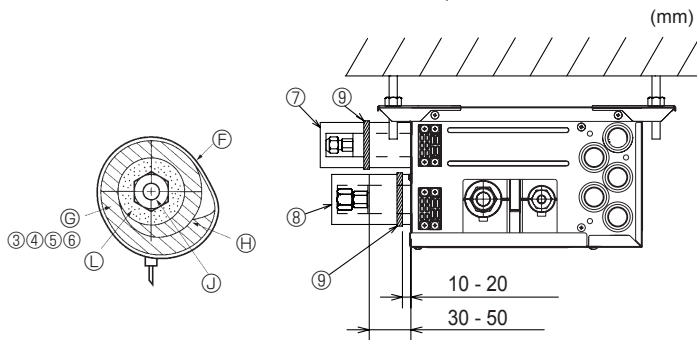
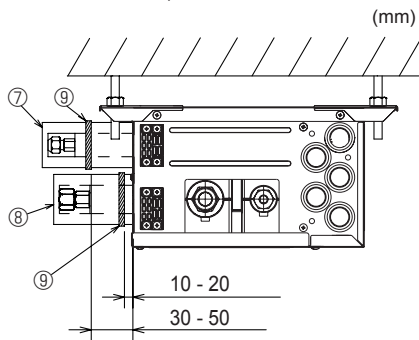

Fig. 7-3
Fig. 7-4
- (1) Nehmen Sie die Konusmutter und -Kappen vom Verteilerkasten ab.
- (2) Weiten Sie die Enden der Flüssigkeits- und Gasleitungen auf, und tragen Sie Kühlmittelöl (zusätzlich zu erwerben) auf den erweiterten Sitz auf. Tragen Sie kein Öl an den Gewindeabschnitt auf.
- (3) Schließen Sie das Kühlmittelrohr unverzüglich an. Ziehen Sie die Konusmutter immer mit dem in der folgenden Tabelle angegebenen Drehmoment an, indem Sie einen Drehmomentschlüssel und einen Doppelschraubenschlüssel verwenden.
- (4) Drücken Sie die Rohrabdeckungen ③ und ⑤ an den Flüssigkeitsrohren gegen das Gerät und umwickeln Sie sie, um sie zu befestigen. (Fig. 7-3)
- (5) Drücken Sie die Rohrabdeckungen ④ und ⑥ an den Gasrohren gegen das Gerät und umwickeln Sie sie, um sie zu befestigen. (Fig. 7-3)
- (6) Schrauben Sie die mitgelieferten Schlauchschellen ⑨ in einem Abstand von etwa 10- 20 mm von den Enden der Rohrabdeckungen fest(③④⑤⑥).
- (7) Wenn das Innengerät nicht angeschlossen wird, bringen Sie die mitgelieferten Rohrabdeckungen (mit Kappen, ⑦ und ⑧) an den Kühlmittelanschlüssen des Verteilerkastens an, um zu vermeiden, dass Kondensat von den Rohren tropft. (Fig. 7-4)
- (8) Schrauben Sie die Rohrabdeckungen (⑦⑧) mit den mitgelieferten Schlauchschellen⑨ fest.
- ⓐ Schlauchschelle ⑨
- ⓑ Rohrabdeckungen ③④⑤⑥
► Gehen Sie wie folgt vor für die Teile des Verteilerkastens die nicht an einem Innengerät angeschlossen sind. (Fig. 7-4)
- (1) Zur Verhinderung von Kältemittelaustritt sorgen Sie bitte dafür, daß die Konusmuttern gemäß den in Tabelle 3 angegebenen Drehmomenten\* angezogen sind.